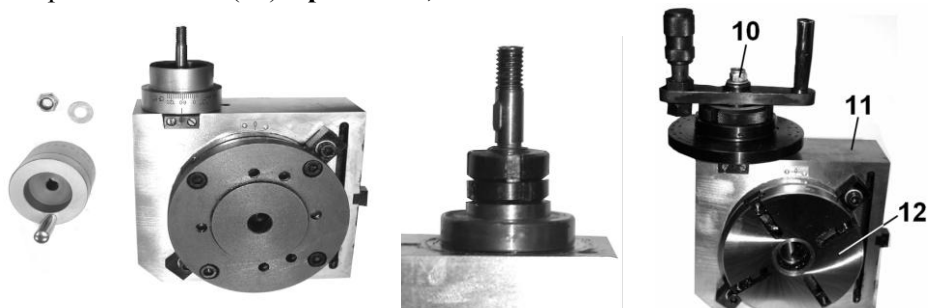

Рис. 3
5.1. Установите делительную головку на место маховика, лимба и нониуса поворотного стола (11) **Арт. 23414**, Рис. 3.
5.3. С поворотного стола (11), Рис. 3, снимите маховик, лимб и нониус (см. инструкцию на поворотный стол).